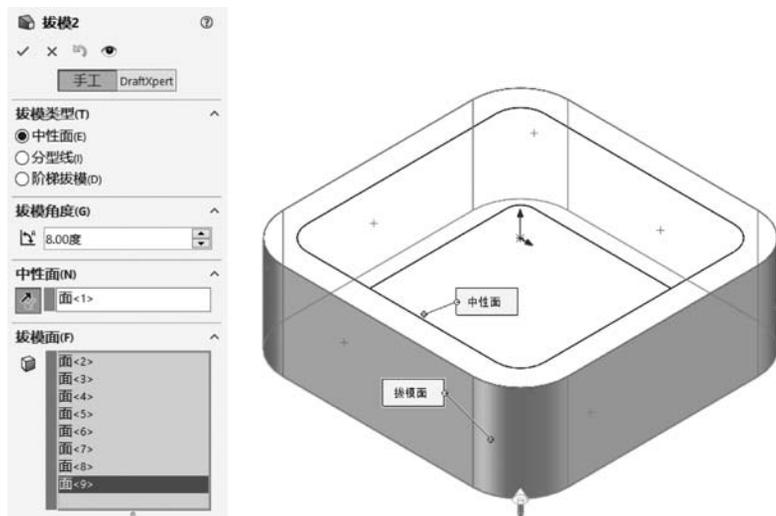

图 5-63 外拔模
- ① 在【拔模类型】组,选中【中性面】单选按钮。
- ② 在【拔模角度】组的【拔模角度】文本框输入 8.00 度。
- ③ 在【中性面】组,激活【中性面】列表,在图形区域中选择底面为中性面,确定拔模方向。
- ④ 在【拔模面】组,激活【拔模面】列表,在图形区选择腔体外表面为拔模面,如图 5-63 所示,单击【确定】按钮 ,生成拔模。